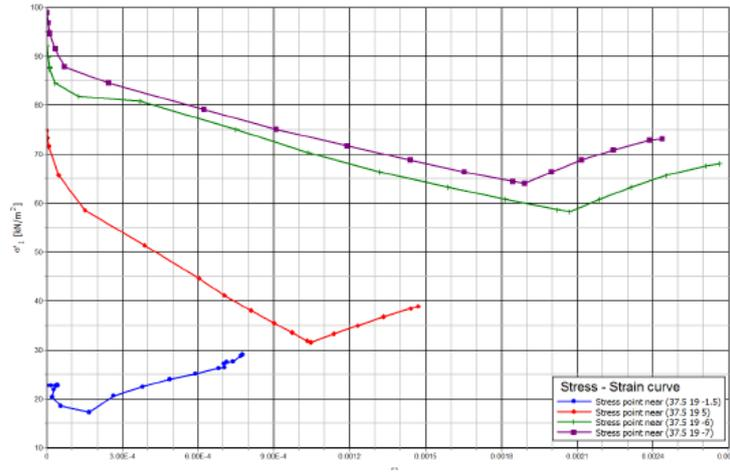

图 4.4 应力-应变曲线
- 3) 图 4.4 中的图形显示了所有四个点的应力-应变曲线。若要查看数据点的信息，确认在**视图菜单(View)**中选择了**显示值(Value indication)**选项，并将鼠标在数据点上放一会儿。此时会给出图中的坐标信息、点号、阶段数和步数。尤其在最后一个计算阶段施加荷载后，最下面一个应力点的应力明显增大。